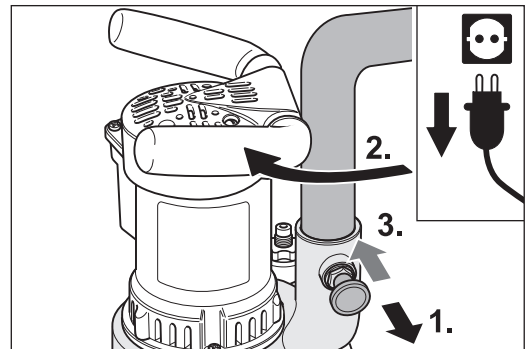

Bild 28 Dra ut spärrbulten (1.) och vrid röstosen samtidigt (2.). Släpp sedan spärrbulten (3.). Den måste haka in i röstosen!
- 1 Dra ut spärrbulten på flätkåpan (bild 28, 1.).
- 2 Vrid samtidigt röstosen tills damppåsen befinner sig över tillsatsen (bild 28, 2.) och spärrbulten hakar in märkbart i röstosen när den släppts (bild 28, 3.).